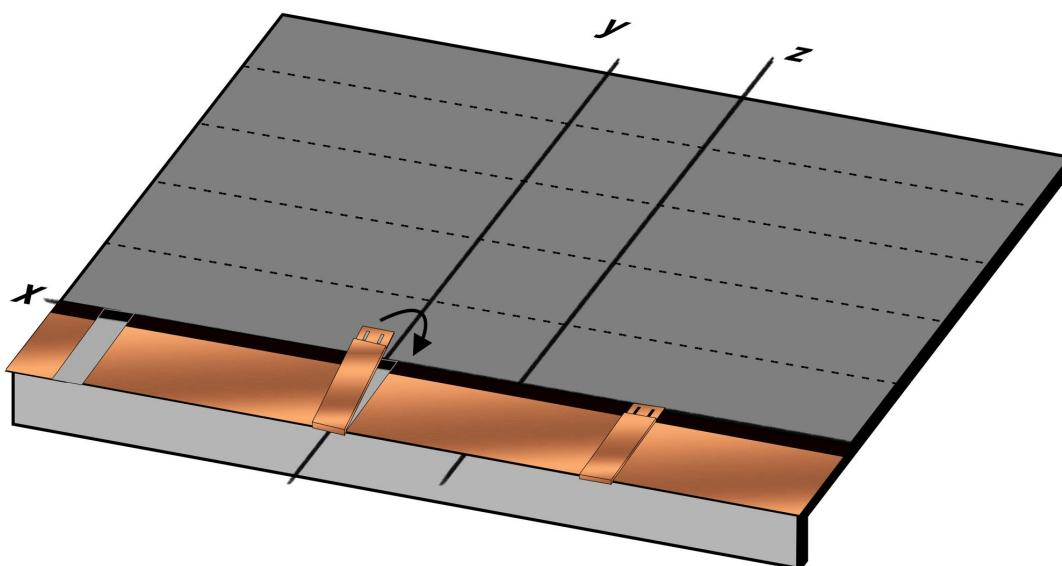

Fig. 21 - Installazione del Compact Clip
- Inserire il Compact Clip, allineando la tacca centrale con la giunzione tra due tegole consecutive. Il Compact Clip sarà fissato in posizione aderendo alla parte esposta del nastro butilico, Fig. 21.